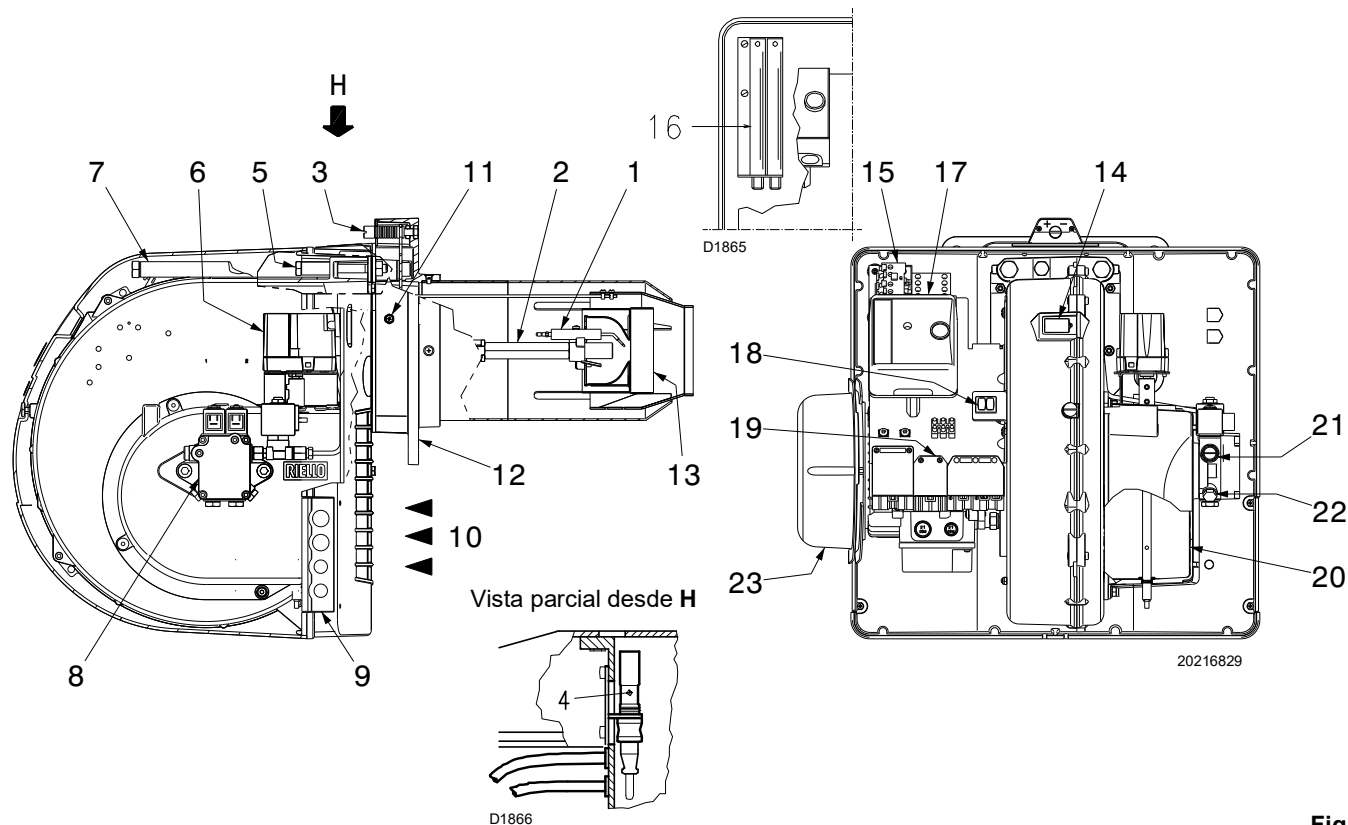

Fig. 5
El encendido del pulsador de la caja de control 17)(Fig. 5)(A) indica que el quemador está bloqueado.